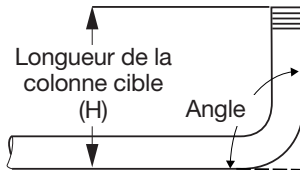

Figure 18
3. Déterminer la hauteur de la colonne (H) et l'angle de cintrage. (Fig. 18) Ces valeurs déterminent les nombres appropriés nécessaires provenant des tableaux de cintrage. Les différents types de cintrages utilisent des tableaux et des variables différents; il faut suivre les instructions relatives au type de cintrage pour savoir quelles variables sont nécessaires.